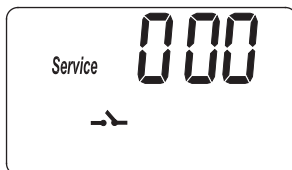
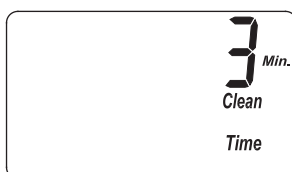
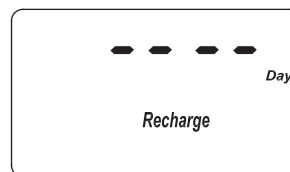
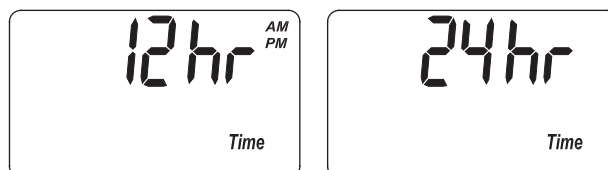

FIG. 32
FIG. 33
FIG. 34
FIG. 35
1. Appuyez sur le bouton PROGRAM (programmer) et maintenez-le enfoncé jusqu'à ce que l'écran de la figure 32 s'affiche. Une fois l'écran affiché, appuyez trois fois sur le bouton PROGRAM (programmer) et l'écran de la figure 33 s'affichera.
1. Appuyez sur le bouton PROGRAM (programmer) et maintenez-le enfoncé jusqu'à ce que l'écran de la figure 32 s'affiche. Une fois l'écran affiché, appuyez quatre fois sur le bouton PROGRAM (programmer) et l'écran de la figure 34 s'affichera.
1. Appuyez sur le bouton PROGRAM (programmer) et maintenez-le enfoncé jusqu'à ce que l'écran de la figure 32 s'affiche. Une fois l'écran affiché, appuyez cinq fois sur le bouton PROGRAM (programmer) et l'un des deux écrans de la figure 35 s'affichera.